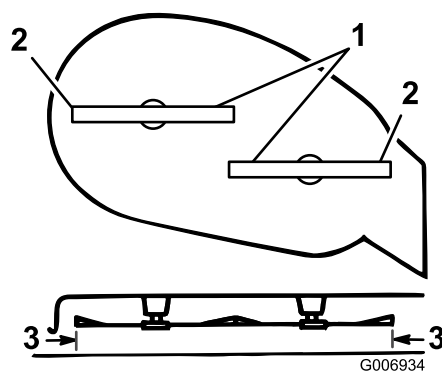

Figure 35
5. Tournez prudemment les lames pour qu'elles soient parallèles dans le sens transversal (Figure 35).
6. Mesurez la distance entre les tranchants extérieurs et le sol plat (Figure 35). Si les deux mesures diffèrent